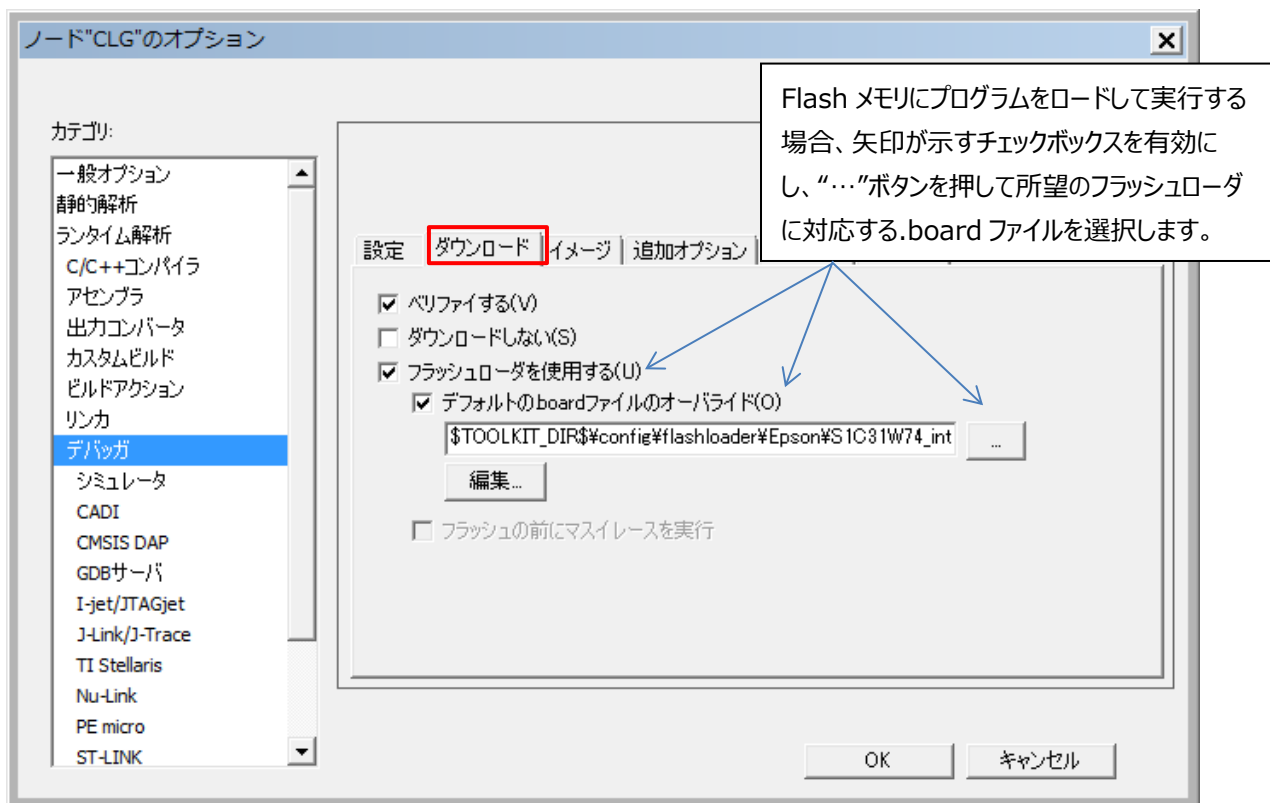

図 4.2.1.3 フラッシュローダの設定
6. [...] ボタンをクリックし、“S1C31xxx_int.board” を選択します (図 4.2.1.3)。